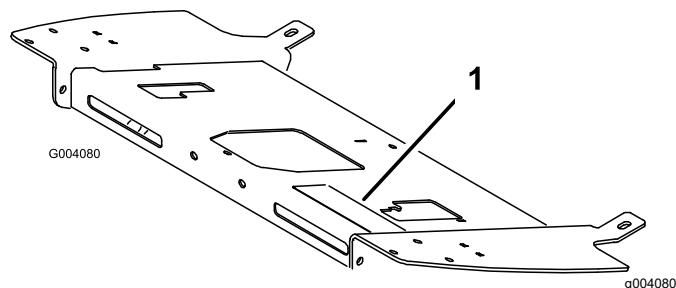

Рисунок 14
- Наложите соответствующую табличку с предупреждением об опасности поверх существующей таблички на платформе оператора (Рисунок 14):